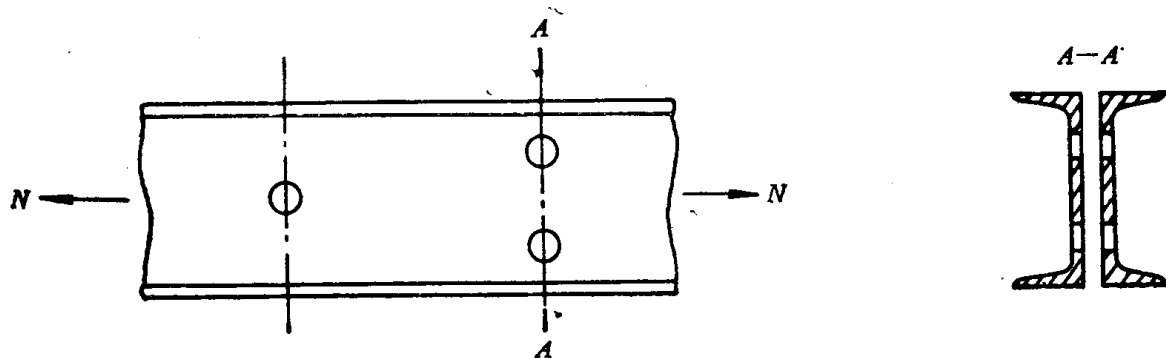

图 4-4
- 4-9 计算拉杆的强度，截面为 2[36 a，材料为 Q 235，拉力  $N = 2000 \text{ kN}$ ，许用应力  $[\sigma] = 175 \text{ MPa}$ ，拉杆如图 4-4 所示。